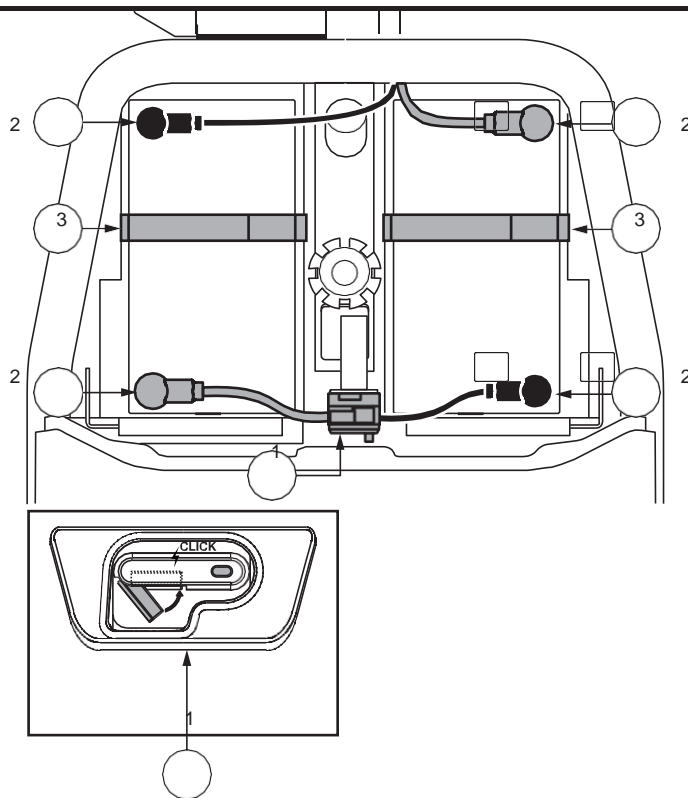

Rysunek 12. Demontaż/montaż osłony akumulatora
2. Zdjąć osłonę tylną podnosząc ją prosto do góry i z pojazdu. Osłona jest przymocowana do pojazdu za pomocą mocowań na rzepy i dwóch (2) śrub skrzydełkowych. **Patrz Rysunek 12.**
3. Zdjąć pokrywę akumulatora odkręcając cztery (4) śruby skrzydełkowe mocujące ją do ramy pojazdu, a następnie podnosząc osłonę prosto do góry i z pojazdu. **Patrz Rysunek 12.**